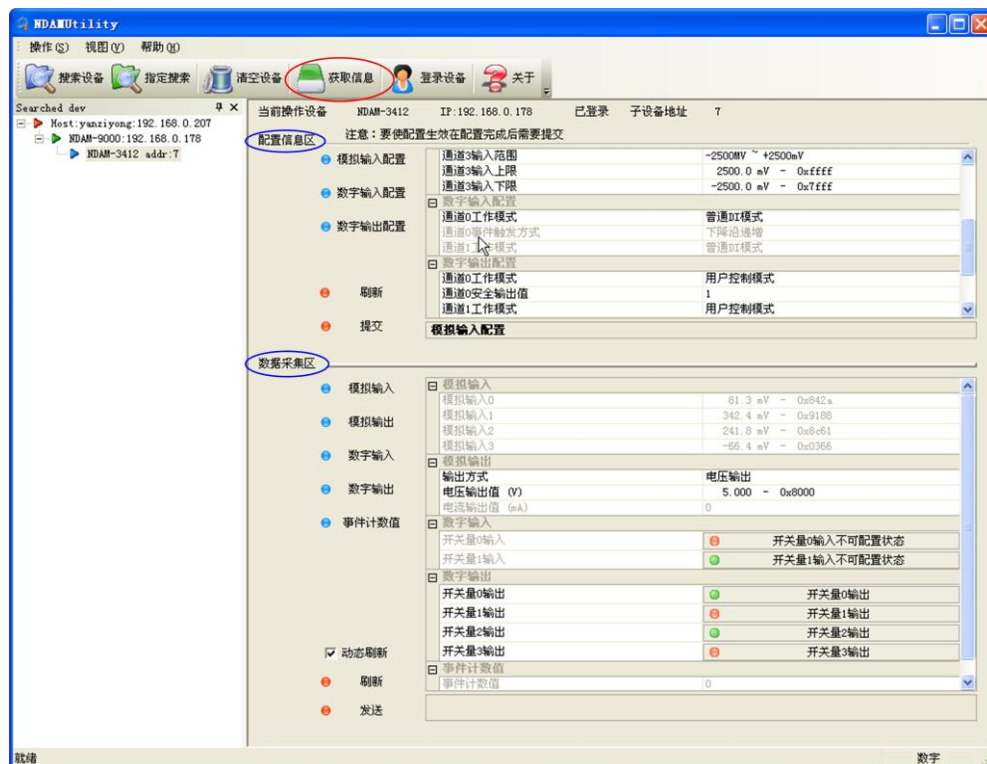

图 4.5 获取设备信息后界面
- 4) 单击界面上的“获取信息”按钮，得到如图 4.5 所示界面。其中，“配置信息区”用于配置各输入、输出通道的信号类型和测量范围，“数据采集区”用于显示各通道的测量结果。